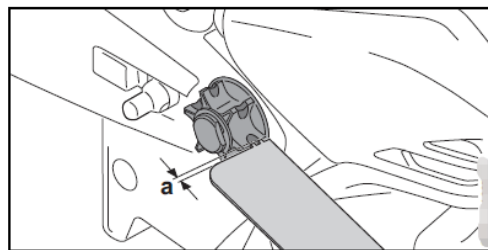

Fig. 10
- Se i segni di usura sono più profondi di $a = 0,5$ mm, non utilizzare l'utensile e contattare il rivenditore per la manutenzione. Vedi Fig. 10.